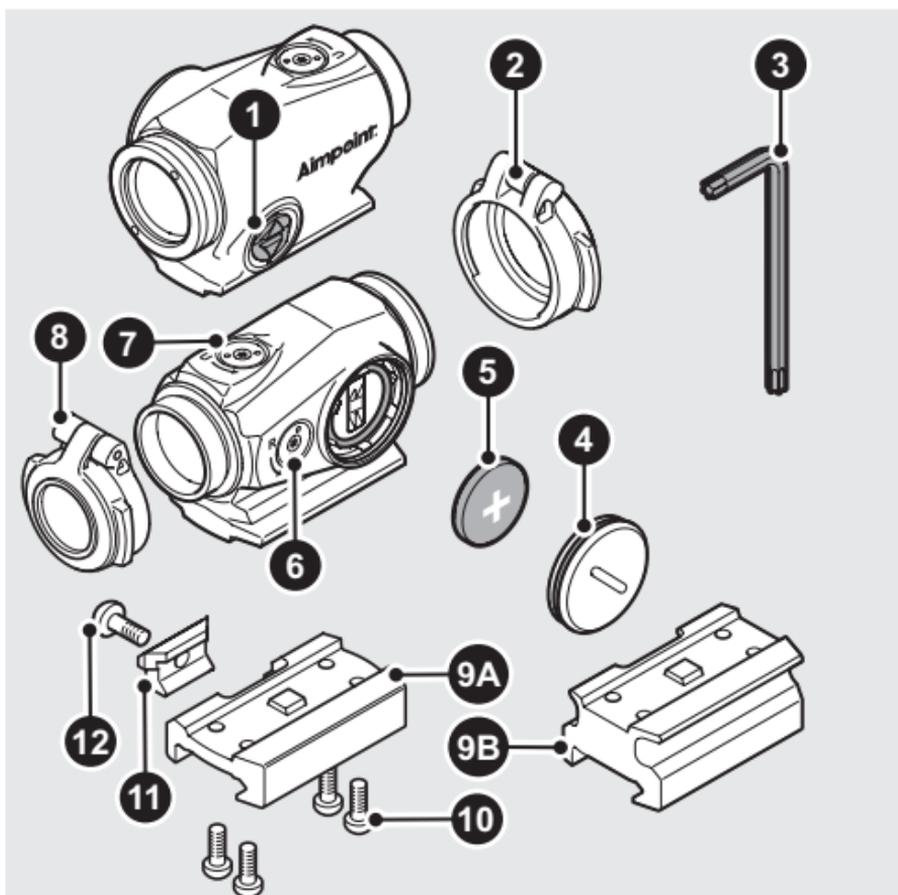

Fig. 1 Visión general
- c Inserte la batería (5) con el polo positivo (+) en dirección a la tapa de la batería (4) como se observa en la Fig. 1.